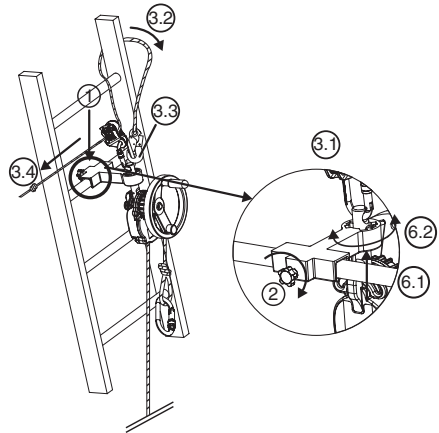

Fig. 7
6.3.3. Aparato derope™ UP K (Fig. 7)
- Colocar la consola de apoyo pequeña en el barrote de la escalera en la posición requerida para realizar la operación de salvamento, por encima de la persona a evacuar (Fig. 7, 1).
- Apretar el eje de bloqueo que se encuentra en la parte trasera de la consola de apoyo mediante el botón de apriete (Fig. 7, 2).
- Fijar el conector del dispositivo de ajuste LCM 05 en el agujero de la parte superior del eje de enganche (Fig. 7, 3.1).
- Pasar la correa de aseguramiento alrededor del barrote de la escalera situado encima de la consola rodeando uno de los montantes de la escalera (Fig. 7, 3.2).
- Conectar el conector de la correa de aseguramiento en el conector del dispositivo de ajuste LCM 05 (Fig. 7, 3.3).
- Tensar la correa de aseguramiento tirando del ramal libre (Fig. 7, 3.4).
- Orientar el aparato derope™ según la necesidad modificando la posición del eje de enganche en el dispositivo de indexación (Fig. 7, 6.1 – 6.2).